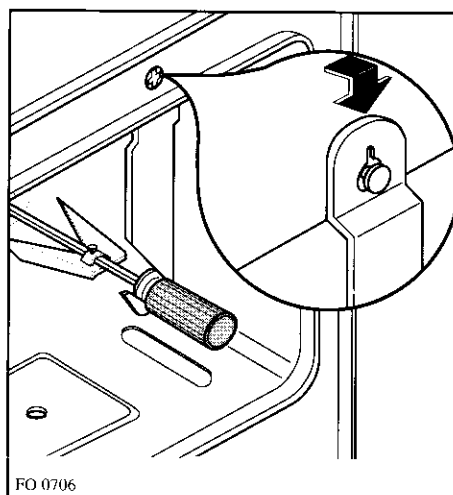

Fig. 8
- Installez le crochet porte-broche sur le support prévu à cet effet (Fig. 8 - flèche)
- Posez la partie ayant de la broche sur le support (Fig. 8), en ayant soin d'introduire l'autre extrémité dans le carré d'entraînement (orifice situé au fond du four).